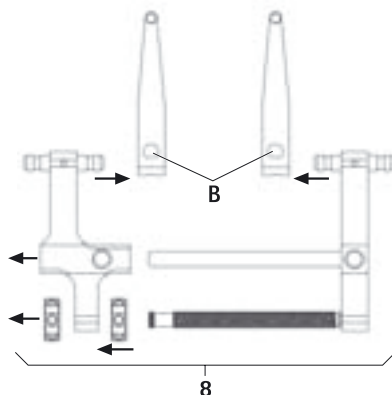

Fig. 3
- Desmontar el distractor 8 y las hojas distractoras, ver Fig. 3: Accionar la corredera B y retirar la hoja distractora FW239R.